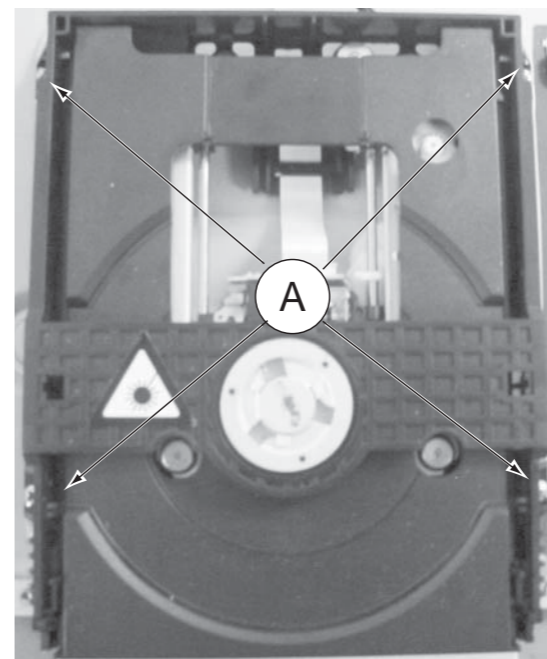

Figura 4
- 1) Solte os 4 parafusos "A" para remover o Módulo DVD como mostra a figura 4.